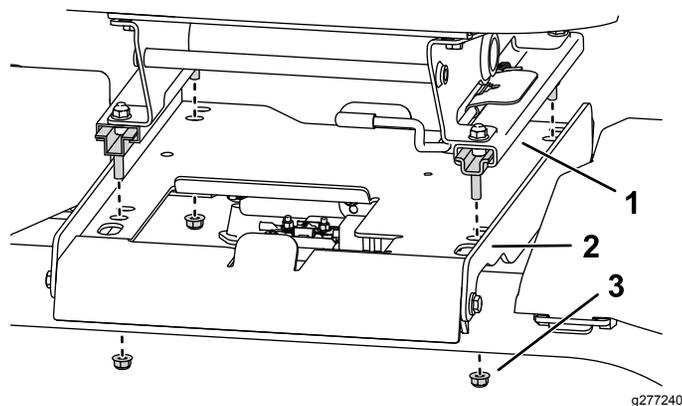

図4
1. シートレールについているスタッド4本をシートパンにセットし、フランジナット4個で固定する **図4**。
注 座席の位置の調整範囲が足りない場合には、座席をレールに固定しているボルト 4 本を外して、さらに前または後ろの取り付け穴に座席を取り付け直してください 図 4。